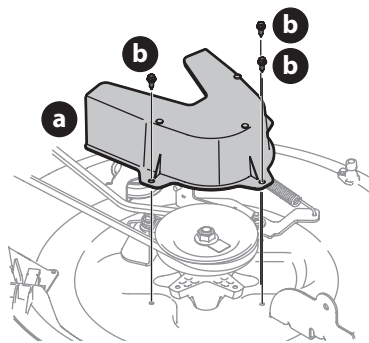
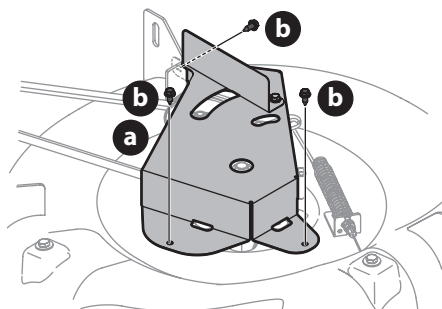

Figura 34
Figura 35
- Extraiga la cubierta de la correa de la plataforma (a), para lo cual deberá retirar los tres pernos hexagonales (b) que la sujetan. Vea la Figura 34 para plataformas de 30" y la Figura 35 para plataformas de 24".